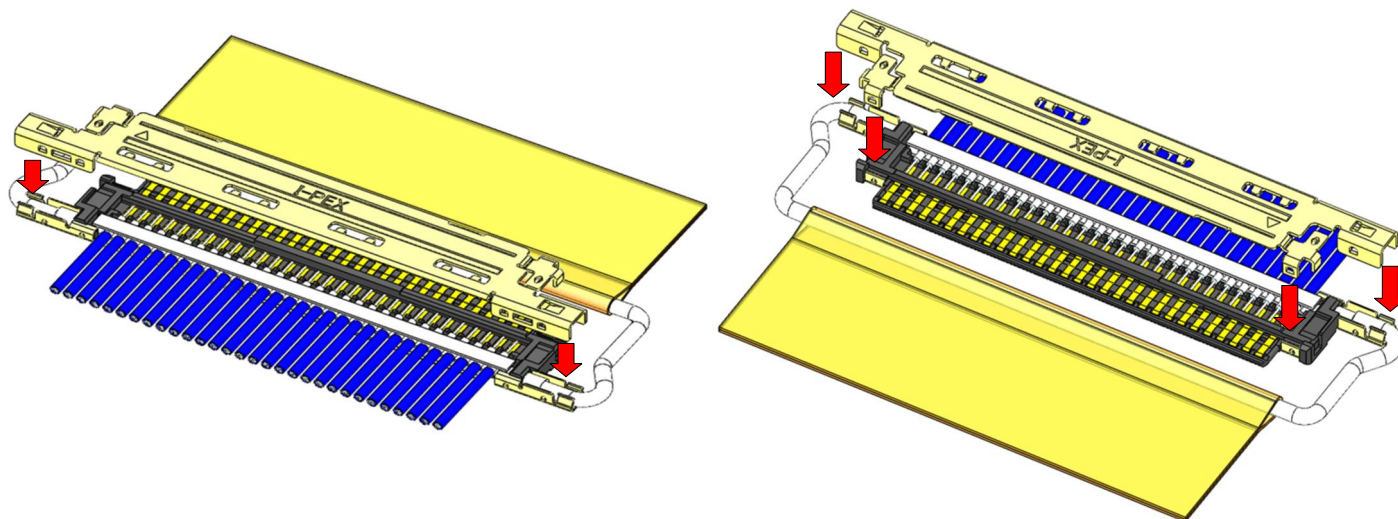
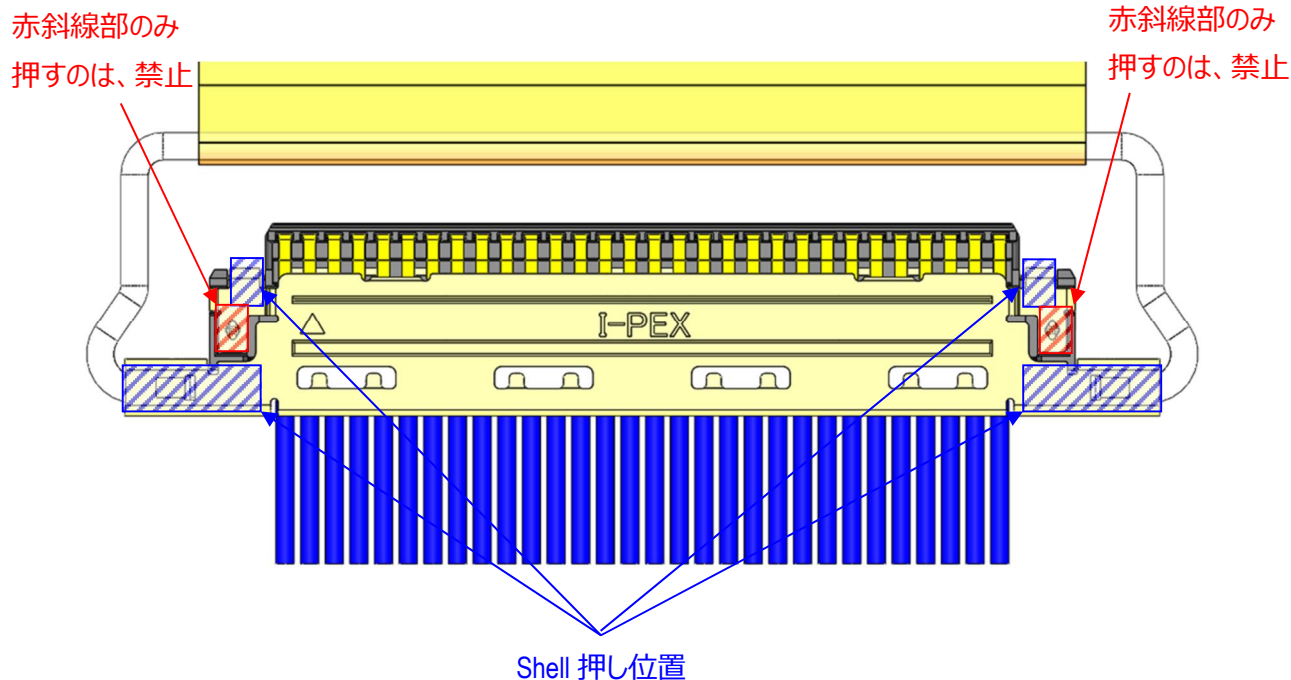

Fig.7-1 Assembly of Shell-A
Fig.7-2 Push Area of Shell-A
- ① Fig.7-1 の様に housing assembly の上側から shell-A の青斜線部(Fig.7-2)を押し、組み付ける。